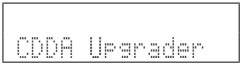

Fig. 2
1. While pressing the “TUNING >>” key of this unit, connect the power cable of this unit to the AC outlet. (Fig. 2)
The FIRMWARE UPDATE mode is activated and “CDDA Upgrader” is displayed. (Fig. 2)
1. 本機の “TUNING >>” キーを押しながら、本機の電源コードをACコンセントに接続します。(Fig. 2)
ファームウェアアップデートモードが起動し、“CDDA Upgrader” が表示されます。(Fig. 2)